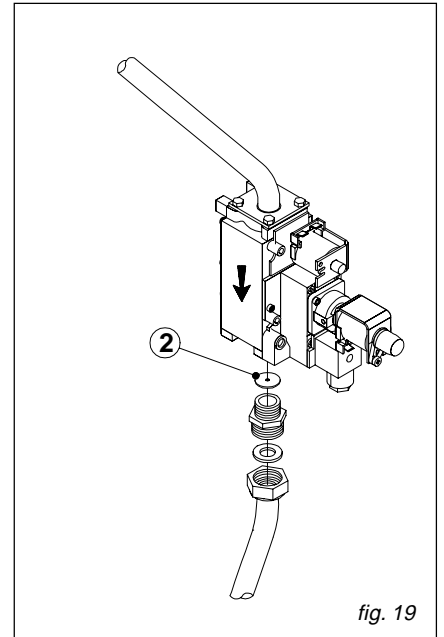

fig. 19
- enlever le capuchon "A" (fig. 19) de la bobine de la vanne gaz et procéder au réglage de la pression mini et maxi comme décrit au paragraphe 2.6, points **A**) et **B**);